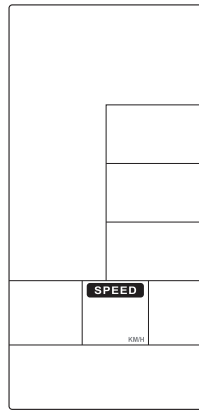

FIGURA 50
1. Mantenga presionada la tecla START (TECLA 8) y ENTER (TECLA 19) durante 2 segundos, sonará una alerta audible. VELOCIDAD se iluminará y puede cambiar entre m/h, km/h (millas por hora o kilómetros por hora) (Figura 50 ~ 51).